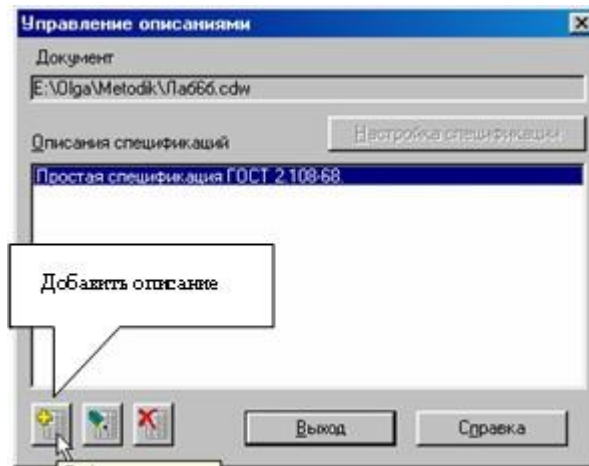

Рис. 20
2. Выполните команду *Сервис – Объекты спецификации – Управление описаниями*. В диалоговом окне *Управление описаниями* проверьте подключение простой спецификации, рис. 20.
После этого Вы вернетесь в окно *Управление описаниями*, в котором в список подключенных описаний добавился выбранный вами стиль, щелкните на кнопке *Выход*, рис. 20.